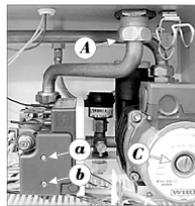

Рис. 20 – Газовый вентиль
- автоматика зажигания насажена коннектором прямо на газовый клапан (см.рис. 20);
Замена газового клапана (см.рис. 20)
- засечка для отвертки на крыльчатке доступна после снятия винта С в середине торца статора – см.рис. 20